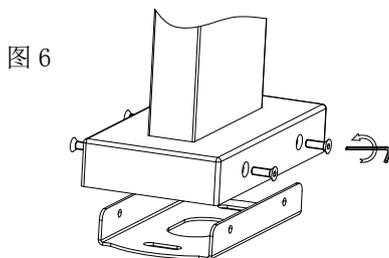
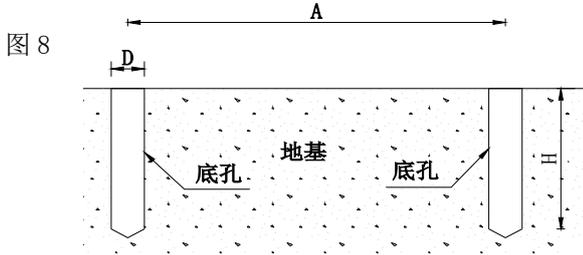

图7
图 8
2.2 拆开包装取出灯具, 用内六角扳手(2.5规格)松开灯具底部两侧紧固螺丝, 取出安装底盘, 图6、图7。
2.3 根据不锈钢底盘的安装孔尺寸在地基上钻底孔，图7、图8。